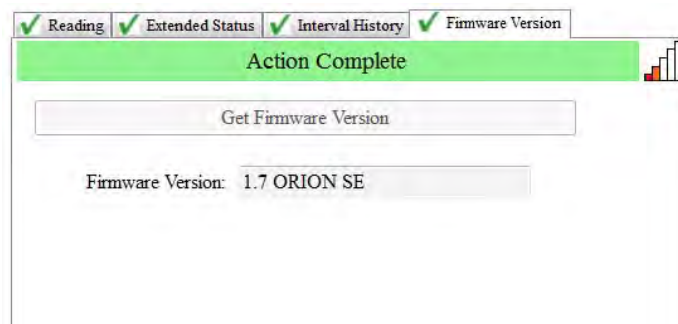

Figura 69: Versión de firmware recibida
*Resultado:* Aparece la versión de firmware del transmisor como se muestra en la Figura 69.